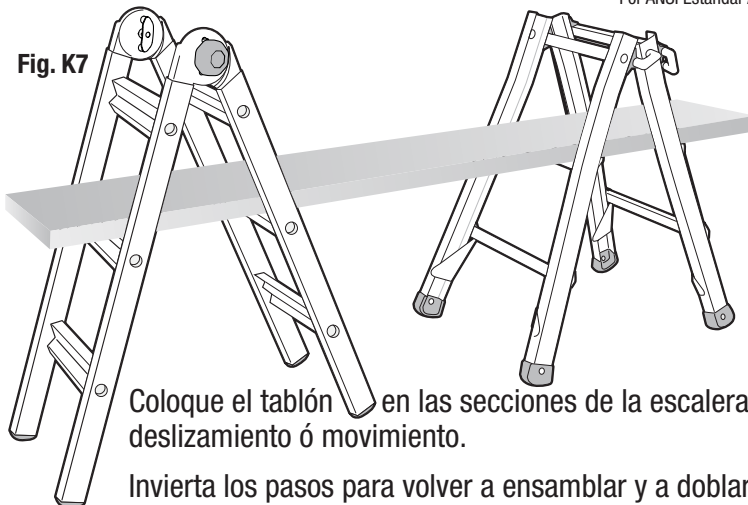

Fig. K7
6. Coloque las dos partes del andamio de lado a lado. *Coloque un tablón de andamio no mayor a 10 pies de largo (3,05 m) a la altura deseada a través de los cuatro escalones dejando por lo menos que 2 pulgadas (5,08 cm) más allá del peldaño exterior en cada extremo (ver fig. K7). Consulte la siguiente tabla para la altura máxima del tablón de su modelo de escalera. Solo utilice un tablón de andamio que sea lo suficientemente fuerte para sostener su peso y el de su equipo. No utilice partes, rotas, ó madera parcialmente cortada como tablon. Demasiada desviación o inclinación del tablón puede dar lugar a lesión seria.